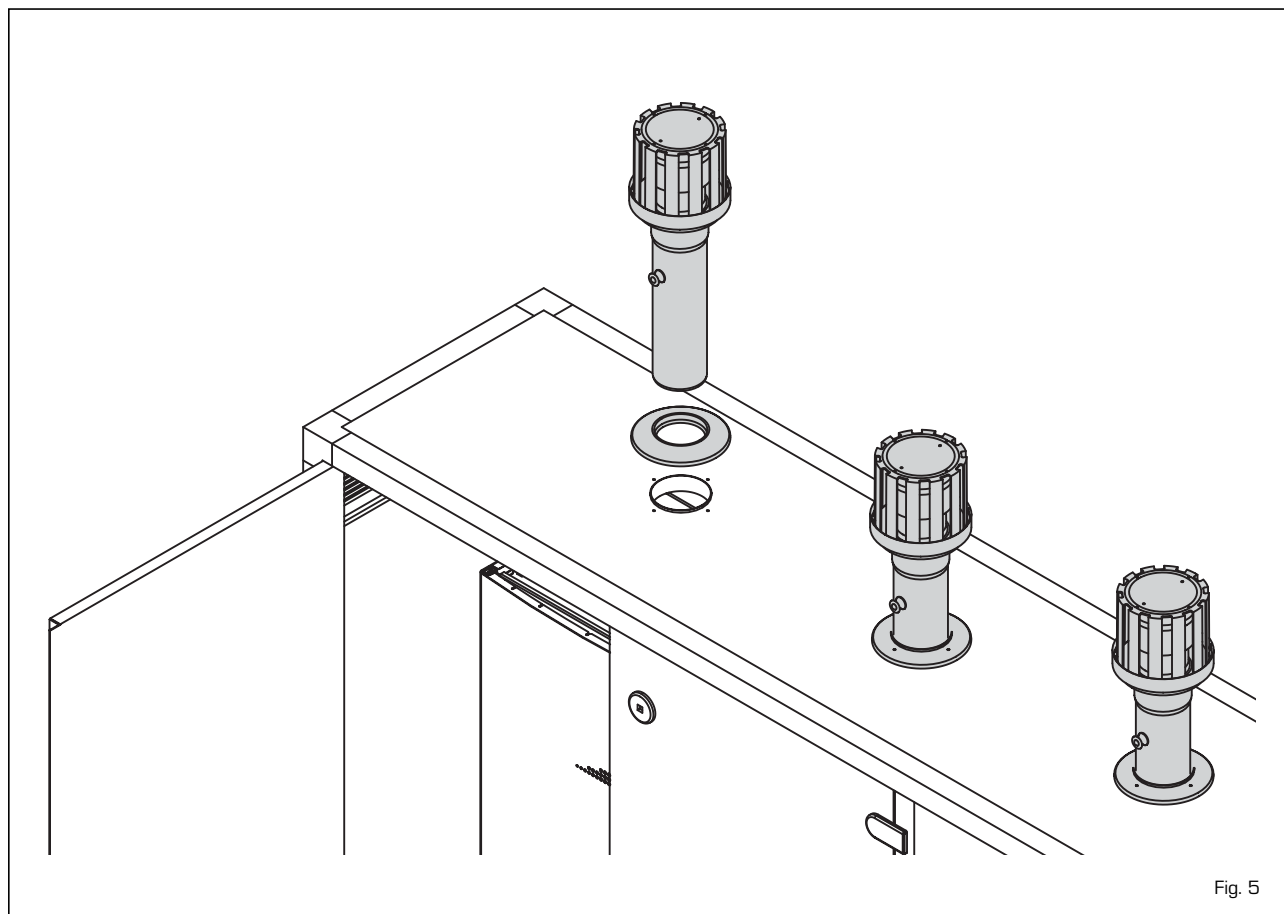

Fig. 5
2.6 SCARICO FUMI PER INSTALLAZIONI ESTERNE (fig. 5)
Per il montaggio dell'accessorio fornito a richiesta vedere fig. 5.